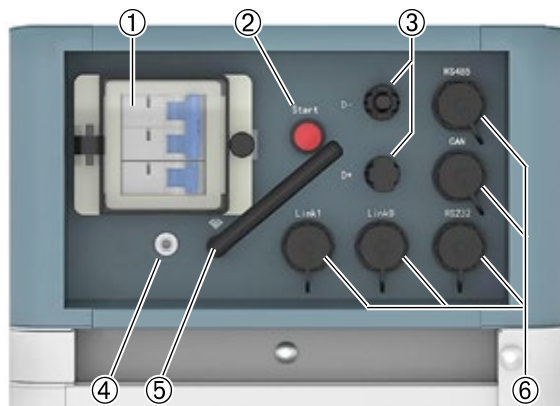
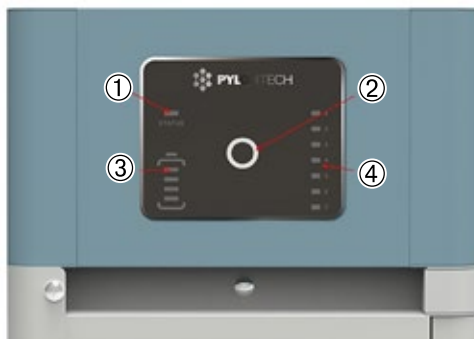
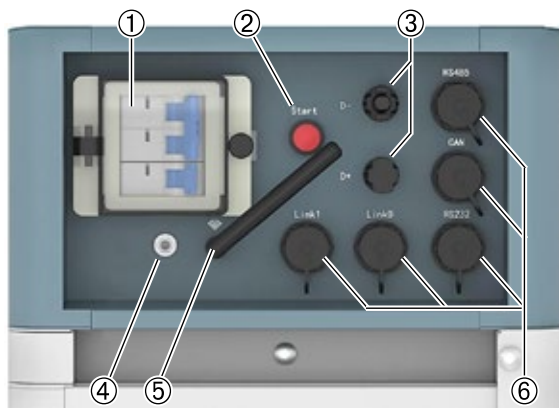

Fig. 3.14 - Modulo di controllo FC0500M-40S-V2
Fig. 3.15 - Display del modulo di controllo FC0500M-40S-V2
Fig. 3.16 - Modulo di controllo (FC0500M-40S-V2)
3. Aprire il coperchio di protezione e azionare l'interruttore di alimentazione (1, Fig. 3.14).
- Premere il pulsante Start (2, Fig. 3.14) per almeno 10", fino a quando l'indicatore di stato (1, Fig. 3.15) diventa blu e lampeggia rapidamente. A questo punto la batteria avvierà il Black Start per supportare l'inverter. Dopo che l'inverter si sarà acceso e avrà impostato la comunicazione, il BMS sarà pronto a lavorare.
**Attenzione.** Quando l'interruttore di alimentazione (1, Fig. 3.14) è scattato a causa di sovracorrente o cortocircuito, è necessario attendere più di 10' prima di riaccendere il modulo di controllo per non causare danni all'interruttore stesso.
Se l'indicatore di stato (1, Fig. 3.15) è arancione dall'inizio, significa che c'è qualche guasto nella stringa di batterie; i relè del BMS si apriranno, e sarà necessario eseguire il debug.
Nota: Senza alcuna azione, il tasto LED (2, Fig. 3.15) si spegnerà dopo 20" di inattività.
3. Aprire il coperchio di protezione e azionare l'interruttore di alimentazione di tutti i gruppi (1, Fig. 3.16).
- Premere il pulsante Start (2, Fig. 3.16) per almeno 10", fino a quando l'indicatore di stato (1, Fig. 3.15) diventa blu e lampeggia rapidamente. A questo punto la batteria avvierà il Black Start per supportare l'inverter. Dopo che l'inverter si sarà acceso e avrà impostato la comunicazione, il BMS sarà pronto a lavorare.
**Attenzione.** Quando l'interruttore di alimentazione (1, Fig. 3.16) è scattato a causa di sovracorrente o cortocircuito, è necessario attendere più di 10' prima di riaccendere il modulo di controllo per non causare danni all'interruttore stesso.